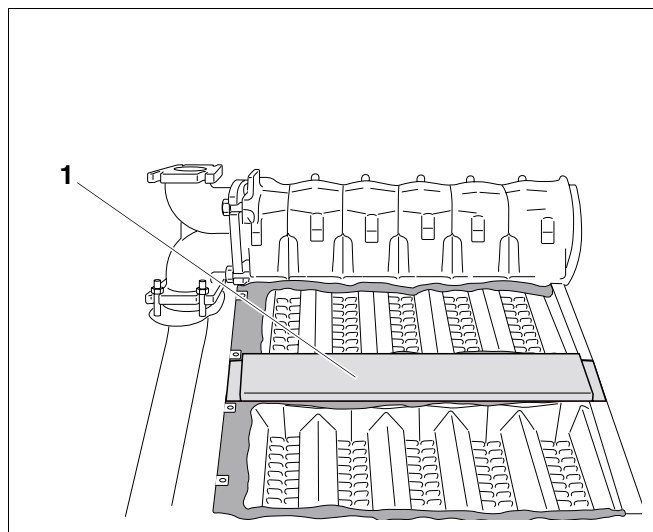

Рис. 34 Укладка средней части
- Уложить среднюю часть (рис. 34, поз. 1) вровень с передней кромкой отопительного котла.
- Выровнять среднюю часть (рис. 34, поз. 1) и закрепить спереди винтом с плоской головкой 3,9 x 9,5.